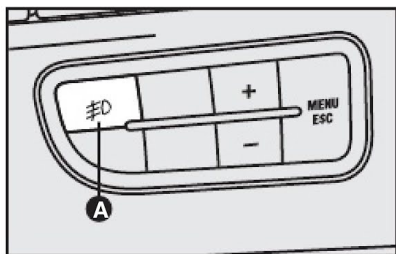

fig. 61
cada vez que a chave de ignição for desligada. Para ligá-lo novamente é necessário pressionar o botão **A-fig. 61**.
**PREDISPOSIÇÃO PARA FARÓIS AUXILIARES - fig. 61**